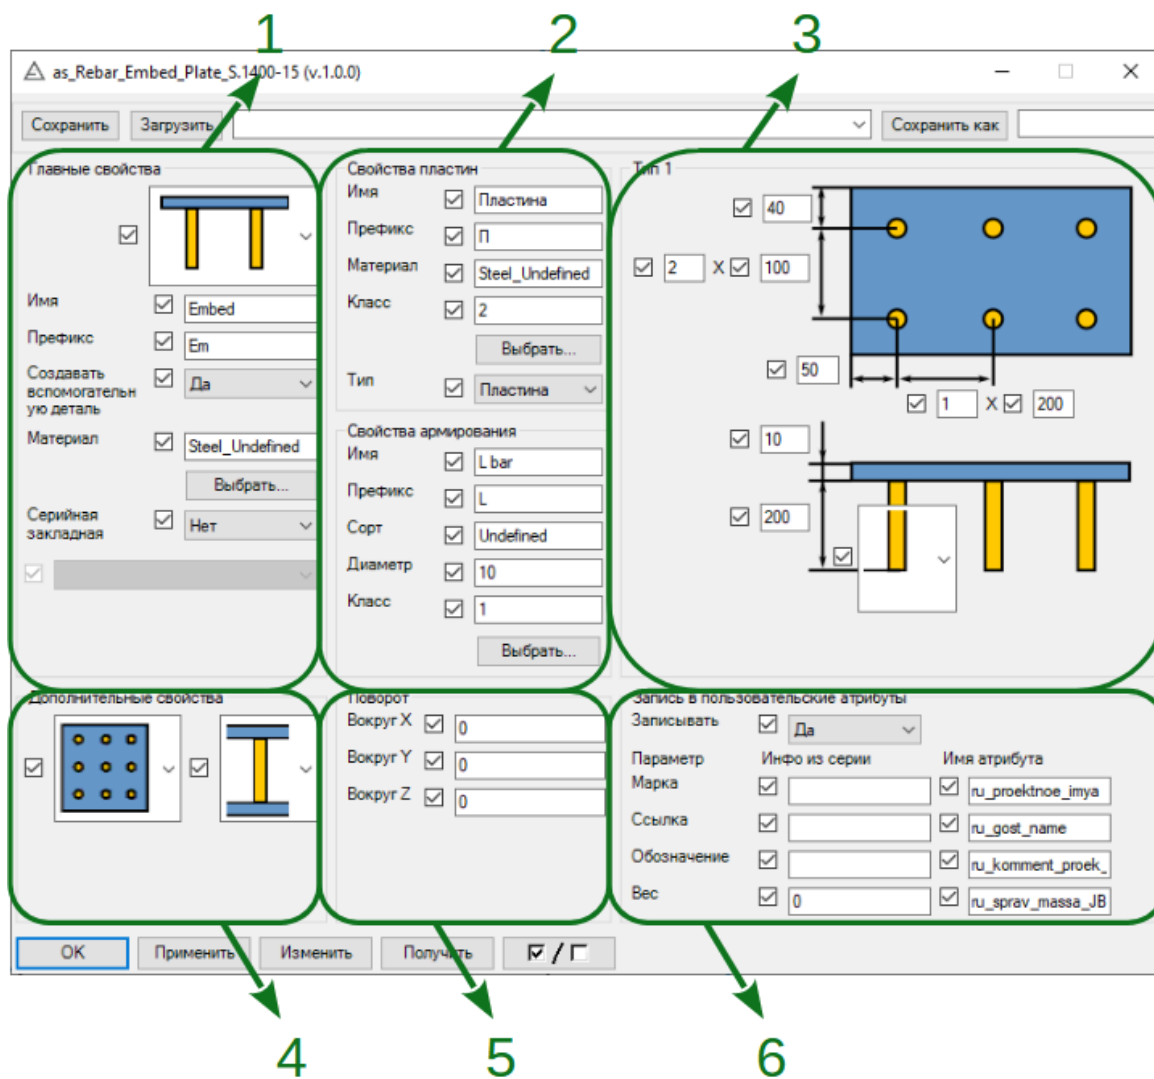

Рис. 2. Главное окно плагина
В главном окне плагина присутствуют следующие настройки (см. рис. 2):
1. Группа **“Главные свойства”** - главные свойства закладной детали такие, как “имя”, “префикс” и т.д. (см. рис. 2 область 1)
2. Группы **“Свойства пластин”** и **“Свойства армирования”** - эта группа позволяет назначить настройки для пластин и арматуры (см. рис. 2 область 2)
3. Группы **“Тип 1”** и **“Тип 2”** - в этой области пользователь может задавать различные размерные характеристики для закладной детали (см. рис. 2 область 3)
4. Группа **“Дополнительные параметры”** - в данной группе есть возможность задавать тип расположения анкеров, а также как происходит приварка стержней к пластинам (в отверстие в пластине или к поверхности пластины). (см. рис. 2 область 4)
5. Группа **“Поворот”** - в данной группе присутствуют параметры для поворота закладной детали на произвольный угол относительно осей X, Y, Z (см. рис. 2 область 5)
6. Группа **“Запись в пользовательские атрибуты”** - позволяет записывать специфическую информацию из серии или пользовательскую в UDA атрибуты модели (см. рис. 2 область 6)